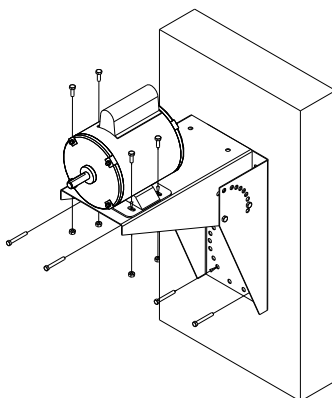

Figura 4 — Montaje del Soporte (Cabezal del Circulador no Mostrado)
5. Monte el soporte en la pared, como se muestra en la Figura 4. Use piezas metálicas apropiadas (proporcionadas por otros).